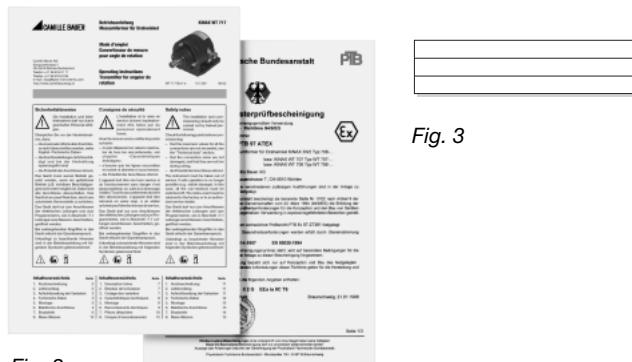

Fig. 3
**1 plaquette signalétique vierge** (Fig. 3)